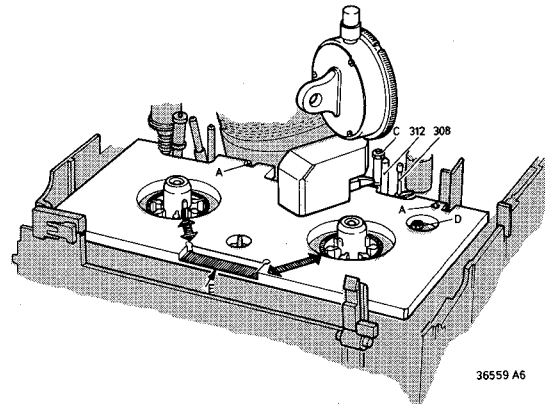

Fig. 2-2-15
- Mikrometer auf den Flansch der Bandführung Pos. 312 stellen, Bild 2-2-15.